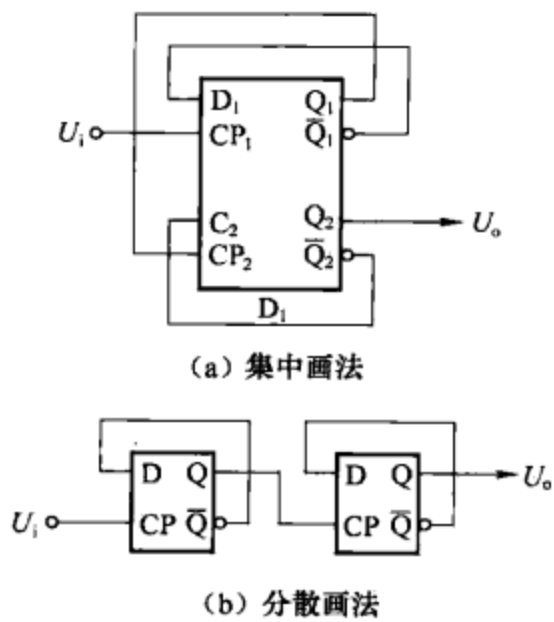

图 7-10
(2) 图 7-10 所示为双 D 触发器数字集成电路的两种画法，图 7-10 (a) 所示为集中画法，图 7-10 (b) 所示为分散画法。